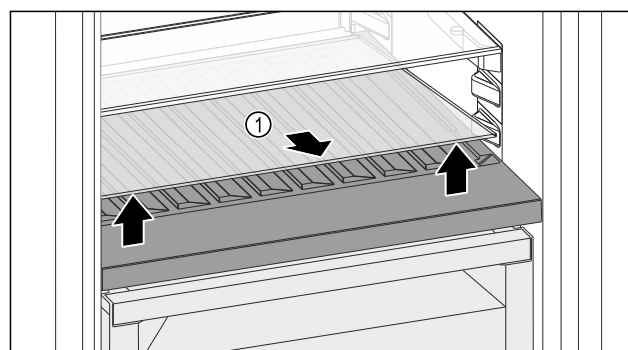

Fig. 157
- Soulever la plaque de verre Fig. 157 (1) au niveau de l'évidement avant et la retirer.
- Entreposer la plaque de verre Fig. 157 (1) dans un endroit sûr hors de l'appareil.